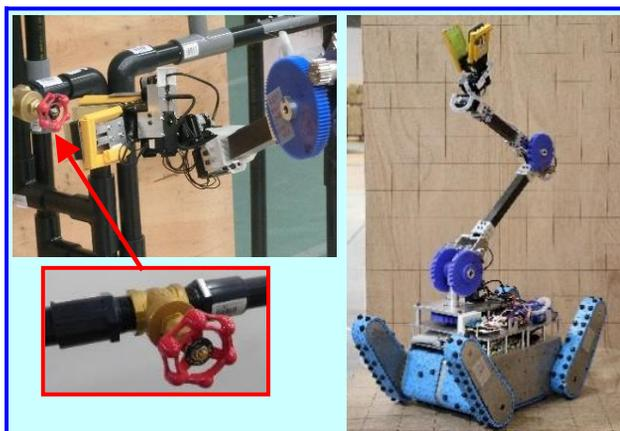

図1 遠隔操縦型レスキューロボット (MeiseiRescueV)によるバルブ開閉
- (1) 遠隔操縦型レスキューロボットの開発…震災時に瓦礫の下に残された被災者を発見するレスキューロボットを開発し、毎年5月開催の「ロボカップレスキュー実機リーグ」や経産省主催の「World Robot Summit(ワールドロボットサミット)」で国内外の大学などと競い実験評価している(図1参照)。